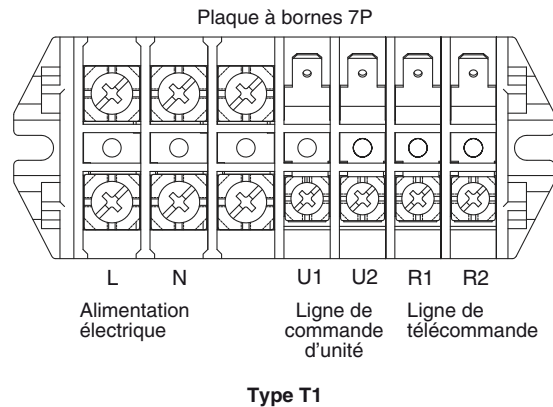

Fig. 4-2
- (1) Voir la Section 4-2. "Longueur et diamètre de fil recommandés pour système d'alimentation" pour l'explication de "A", "B", "C", "D" et "E" sur les schémas ci-dessus.
- (2) Le diagramme de connexion de base de l'unité intérieure montre les plaquettes à bornes, ainsi les plaquettes à bornes de votre équipement peuvent différer du diagramme. (Fig. 4-2)
- (3) L'adresse du circuit réfrigérant (R.C.) doit être fixée avant la mise sous tension.
- (4) Pour le paramétrage de l'adresse R.C., voir les instructions d'installation livrées avec la télécommande (en option). Le paramétrage de l'adressage automatique peut être exécuté via la télécommande. Voir les instructions d'installation livrées avec la télécommande (en option).